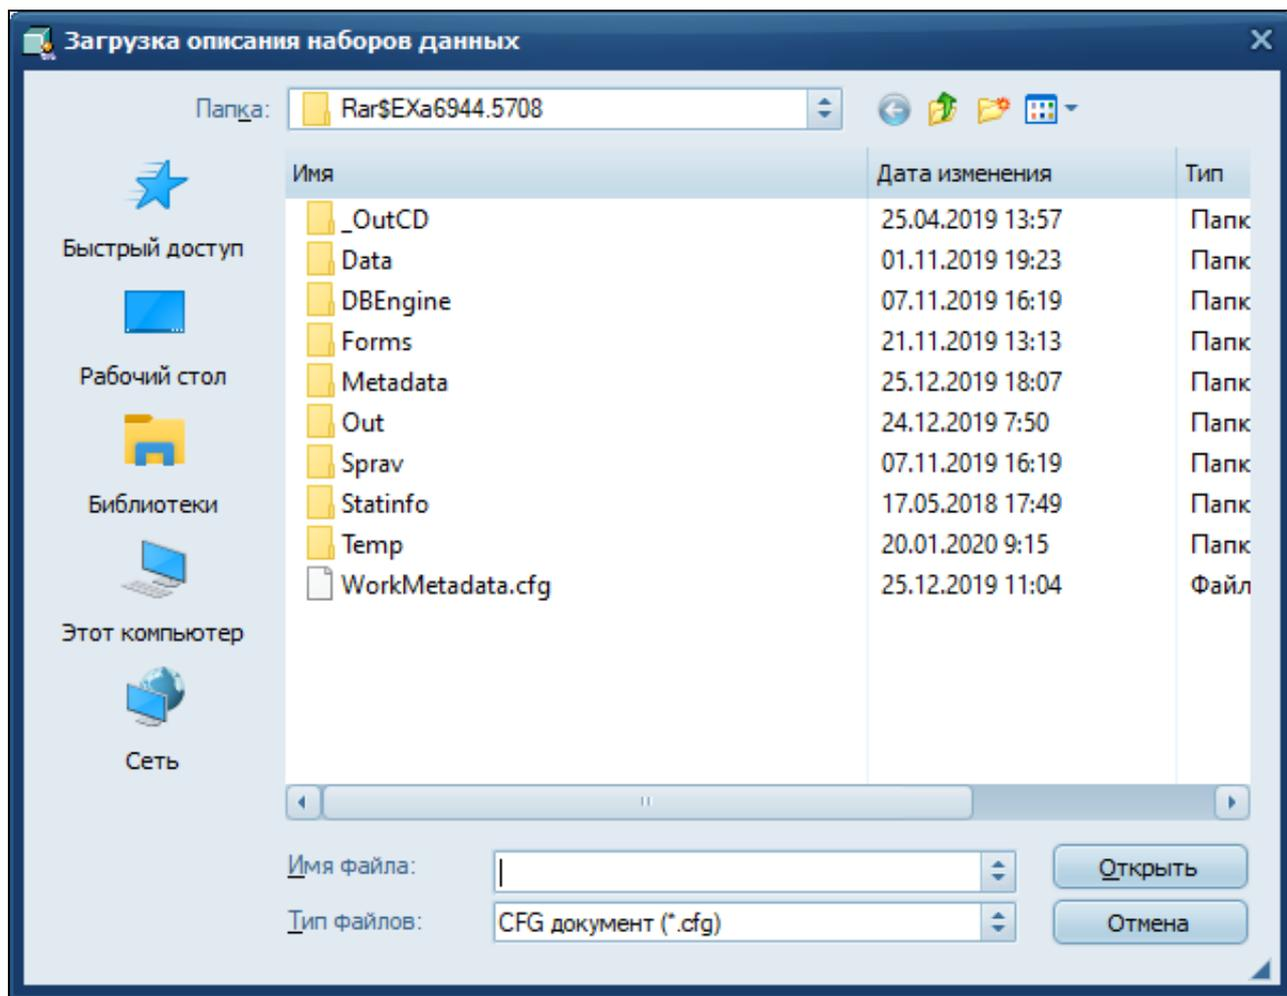

Рисунок 5 – Окно «Загрузка описания наборов данных»
2) В открывшемся окне «Загрузка описания наборов данных» (Рисунок 5) выбрать расположение конфигурационного файла (\*.cfg), приложенного к Заявке;